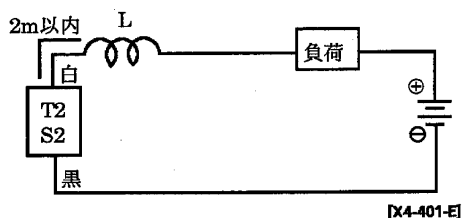

図5 ・ チョークコイル
- ・リード線配線長が10mを超える場合は図5、6 (T2、S2の場合)、図7 (T3の場合) に示す保護回路を必ず設けてください。